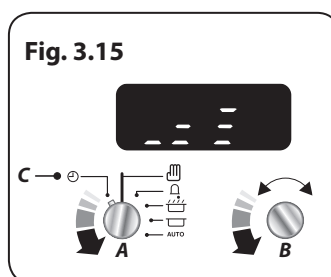

Fig. 3.15
Tournez le bouton du Programmateur (A) sur la position Horloge (C). Tournez le bouton Réglage (B) dans le sens antihoraire jusqu'à ce que les barres de volume s'affichent (**Fig. 3.15**).